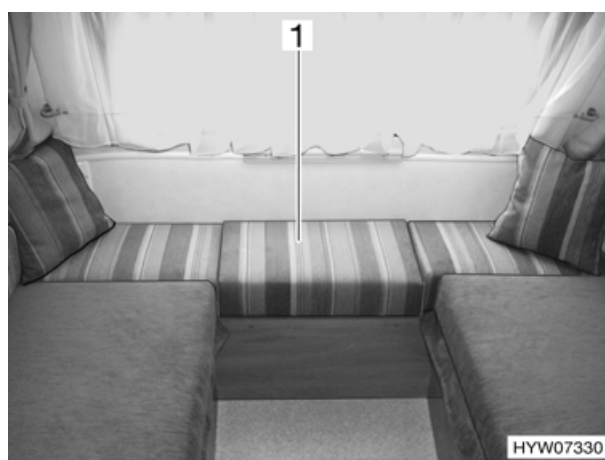

Fig. 28 Dinette dopo l'allungamento
- Inserire il cuscino aggiuntivo (Fig. 28,1).